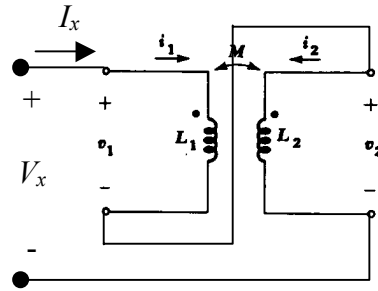

Figura 7
Para a situação indicada na Figura 7 observa-se que:
Utilize o esquema indicado na Figura 7 para aplicar uma tensão qualquer ($3-7 V_{rms}$) senoidal em 60Hz para V_x . Meça a corrente I_x e com a equação (10) calcule o módulo de Z_x . Insira os dados na Tabela 4.